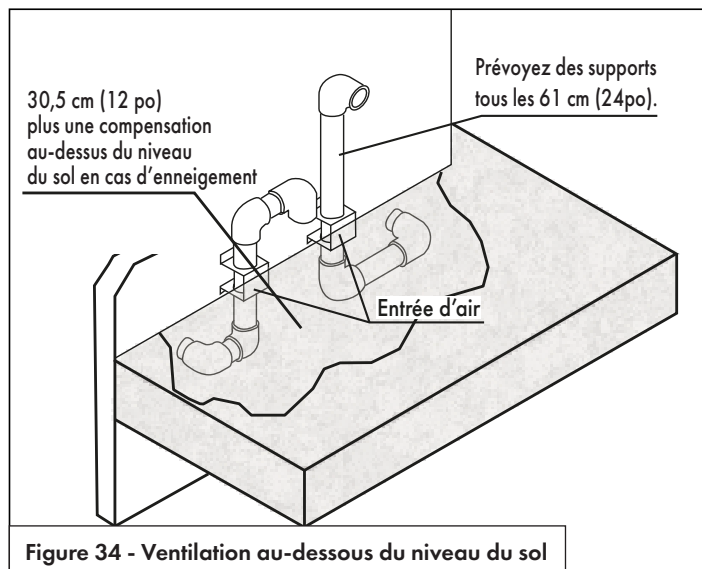

Figure 34 - Ventilation au-dessous du niveau du sol
- Creusez le site jusqu'au niveau des conduits, comme illustré à la Figure 34.